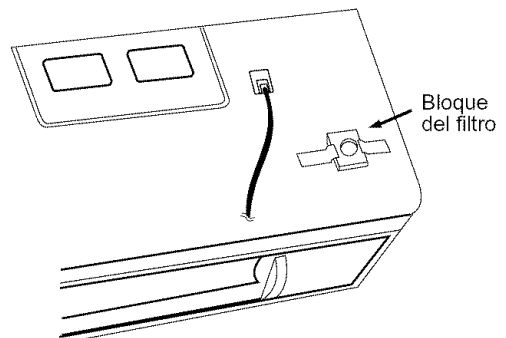

Figura 25
- Alinee los bloques de relleno sobre las dos aperturas en la parte superior del gabinete del horno de microonda y fije al gabinete con cinta adhesiva. Vea la **Figura 25**.